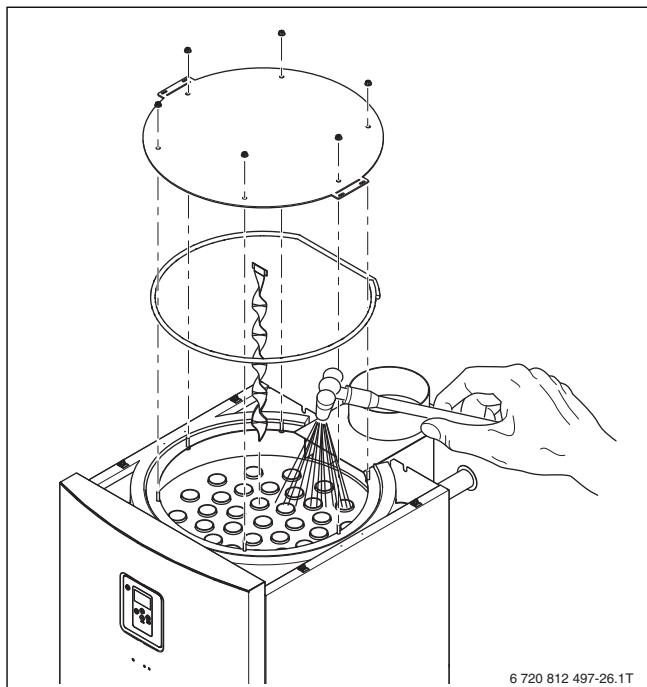

Рис. 37 Влажная чистка котла
- Равномерно распылите чистящее средство сверху в газоотводящих каналах (→ рис. 37).